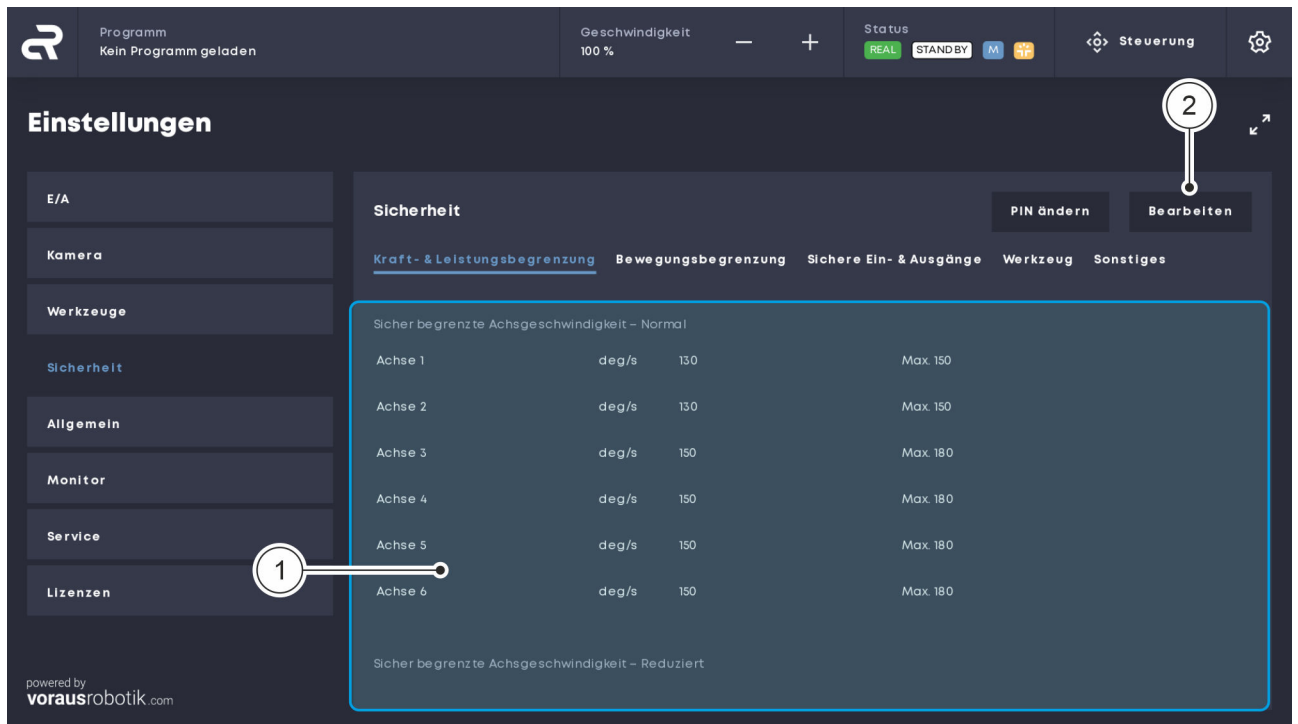

Abb. 15 Parameter einstellen
- In den einzelnen Feldern die erforderlichen Parameterwerte eingeben Abb. 15 / ①.
- Geänderte Parameterwerte überprüfen und auf die Schaltfläche „Bearbeiten“ klicken Abb. 15 / ②.